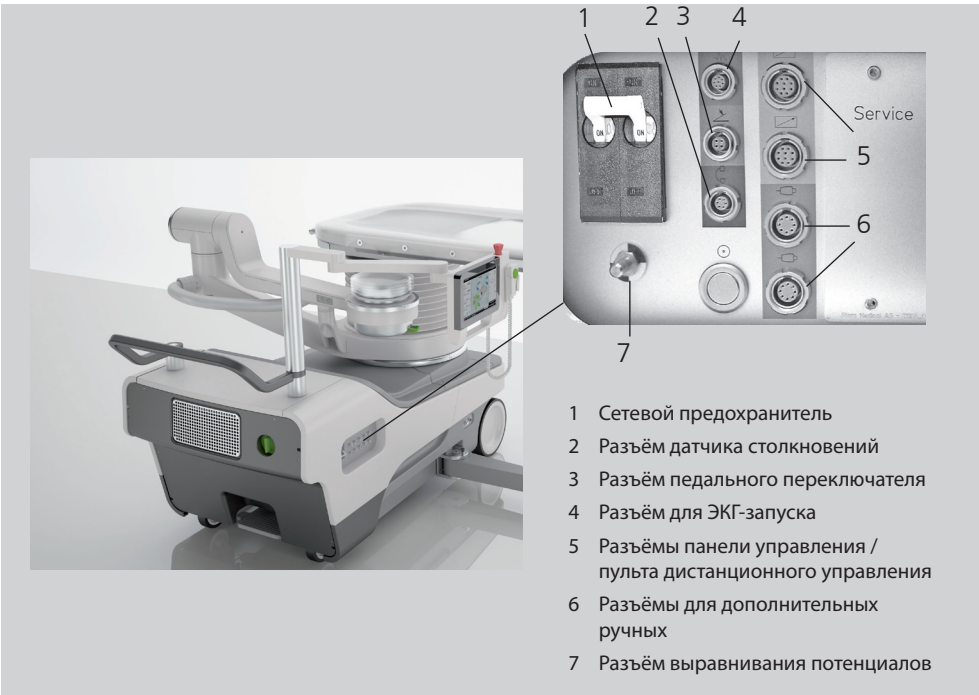

Рис. 3-12 Панель внешних подключений
- Подключите кабель ЭКГ к разъёму сигнала ЭКГ (рис. 3-12).
- Подключите пульт дистанционного управления к разъёму с символом пульта (рис. 3-12).